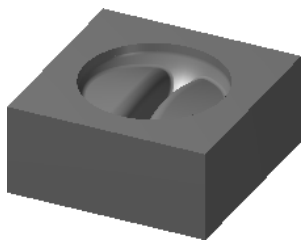

图 4.2 零件模型
Step1. 打开模型。选择文件 D:\mcx6.11\work\ch04\ MICRO-OVEN_SWITCH_UPPER_MOLD.MCX-6，系统进入加工环境，此时零件模型如图 4.2 所示。